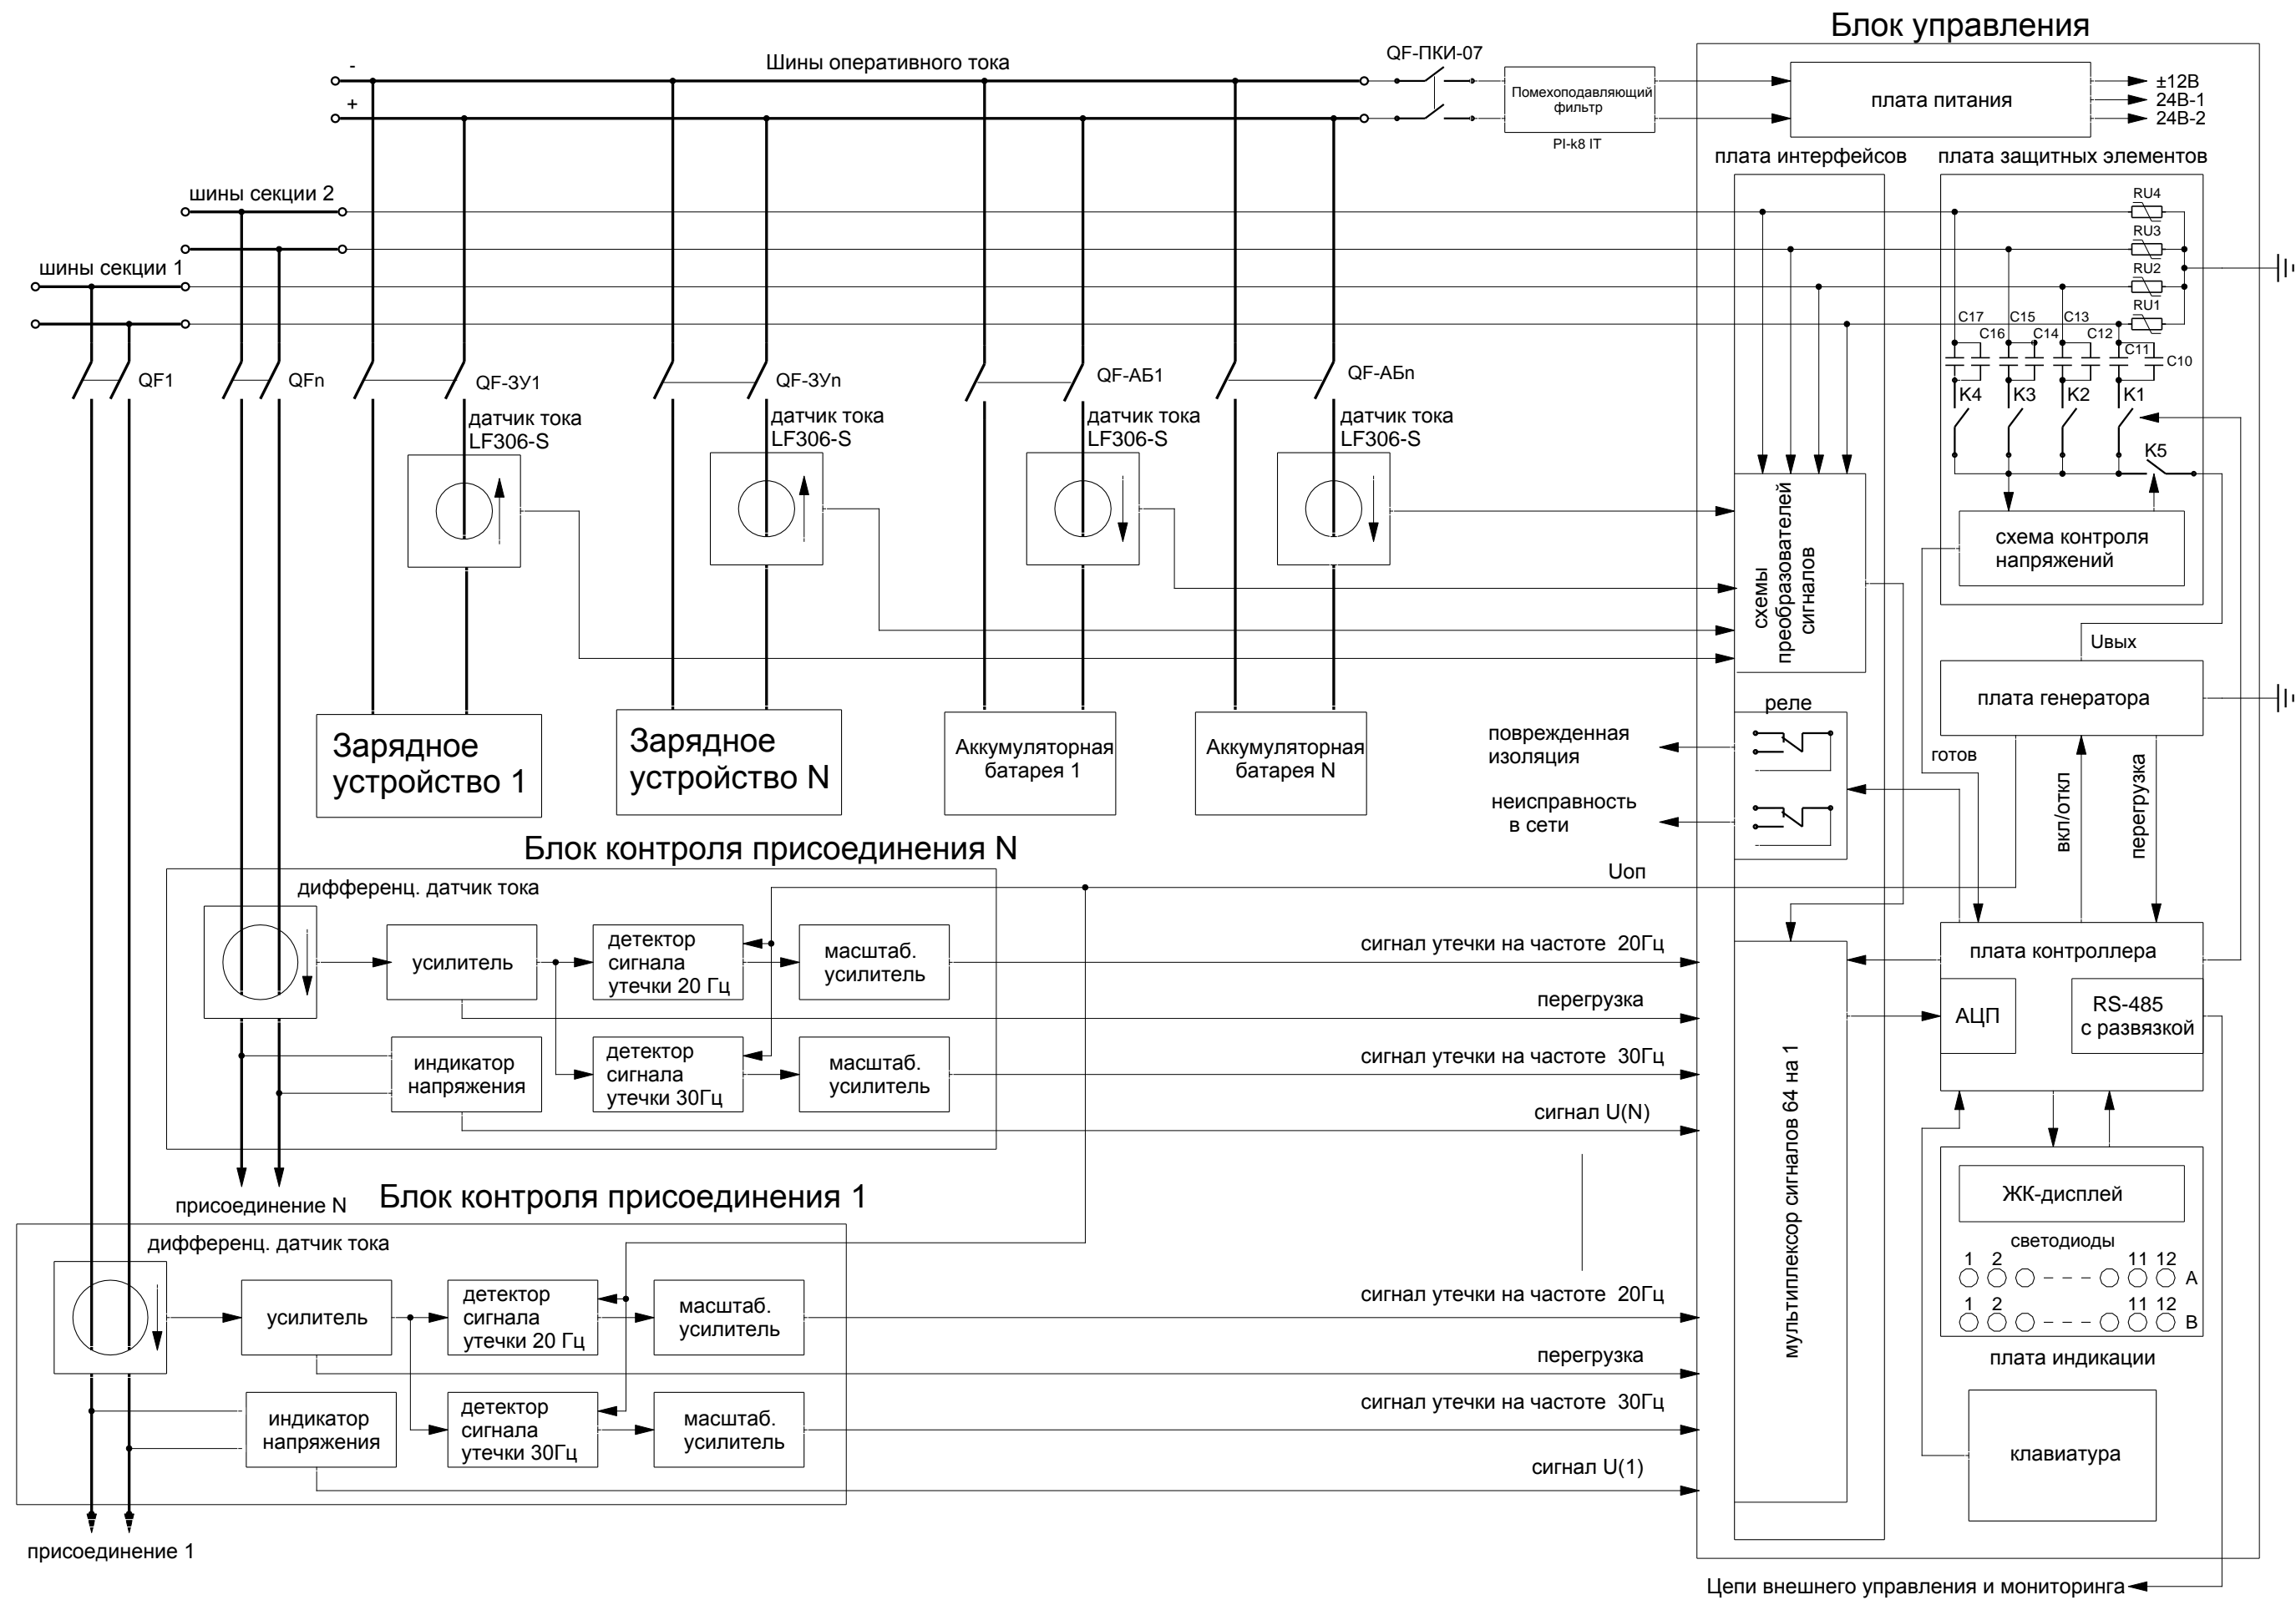

Рисунок 8 - Структурная схема и внешние подсоединения комплекса
1.4.2 Структурная схема и внешние подсоединения комплекса приведены на рис. 8.